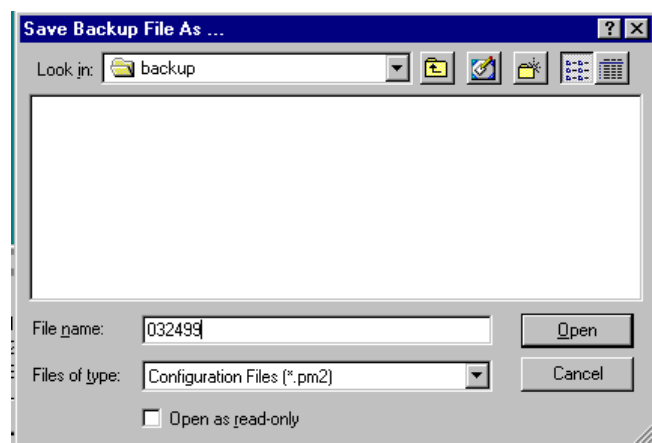

Fig. 13.10
9. Appuyer sur le bouton de téléchargement amont pour faire apparaître la boîte de dialogue Save Backup (enregistrement sauvegarde). Voir Fig. 13.10. Taper un nom de fichier pour la sauvegarde, une date p. ex., et appuyer sur le bouton Open.